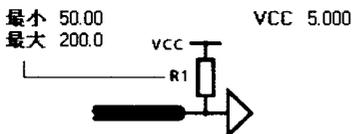

图 12-32 电源 VCC 端并阻补偿
- **【Parallel Res to VCC】:** 电源 VCC 端并阻补偿, 如图 12-32 所示。对于线路的信号反射, 这是一种比较好的补偿方式, 在电源 VCC 输入端并联的电阻是和传输线阻抗相匹配的, 只是由于不断有电流流过, 因此将会增加电源的功率消耗, 导致低电平电压的升高, 该电压将根据电阻值的变化而变化